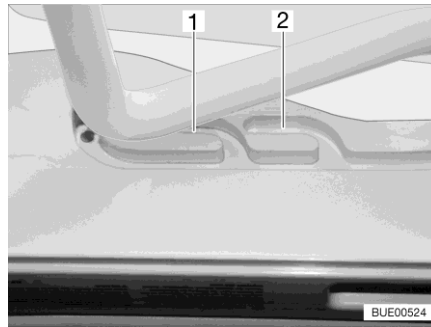
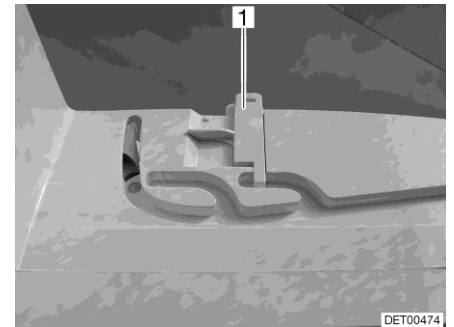

Fig. 23 Glissière (position de ventilation)
Fig. 24 Verrouillage (position de ventilation)
Il est possible d'amener le lanterneau Heki en deux positions de ventilation : Position pour mauvais temps (Fig. 23,1) et position intermédiaire (Fig. 23,2). Selon l'équipement, il est possible de verrouiller le lanterneau en position intermédiaire avec les deux verrous (Fig. 24,1) à gauche et à droite du cadre du lanterneau.
- Pousser légèrement l'étrier vers le haut, le pousser dans la glissière choisie (Fig. 23,1 ou 2) et le verrouiller si nécessaire.